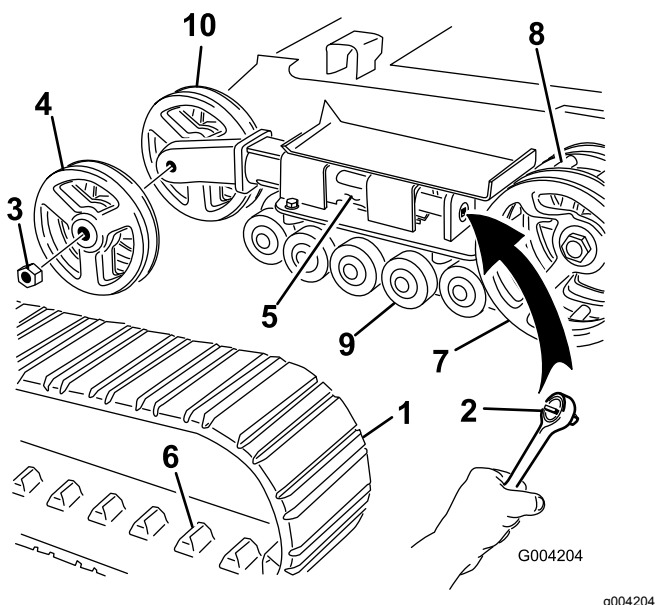

Рисунок 47
Примечание: Если передние натяжные колеса установлены на конце натяжной трубы с боковых сторон, на вашей машине установлены широкие гусеницы (Рисунок 47).
5. Используя ключ с храповым механизмом на 1/2 дюйма, ослабьте натяжение привода, вращая натяжной винт по часовой стрелке (Рисунок 45 и Рисунок 47).
- Надавите на натяжное колесо в направлении задней части блока, чтобы придвинуть натяжную трубу к раме (Рисунок 47).
- Отвинтите гайку, которая крепит внешнее натяжное колесо, и снимите колесо (Рисунок 47).
- Снимите гусеницу (Рисунок 47).
- Отвинтите гайку, которая крепит внутреннее натяжное колесо, и снимите колесо (Рисунок 47).
- Установите внутреннее натяжное колесо и закрепите его отвинченной ранее гайкой (Рисунок 47).
- Установите новую гусеницу на ведущую звездочку. Звенья гусеницы должны находиться между зубьями средней части звездочки (Рисунок 47).
- Установите внешнее натяжное колесо и закрепите его отвинченной ранее гайкой (Рисунок 47).